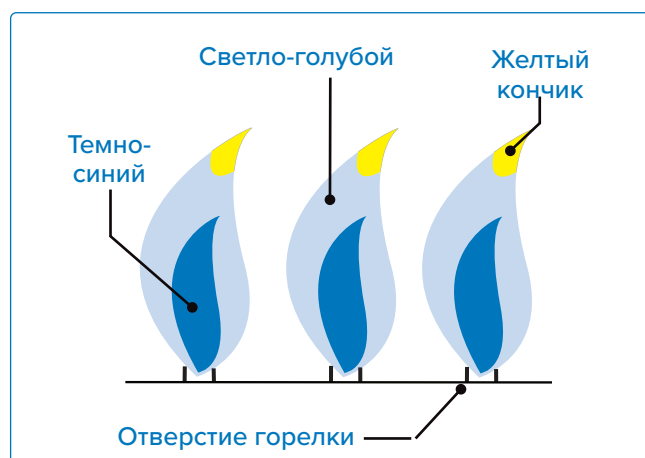

Рис. 16
- Пламя должно быть темно-синим со светло-голубыми кончиками и иногда желтым (Рис. 16)